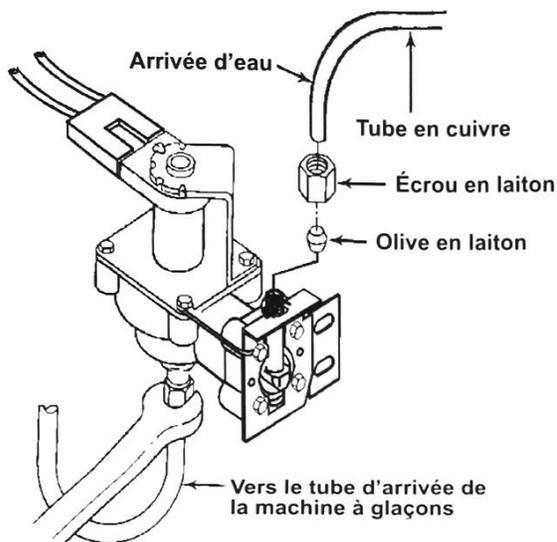

Figure 9
20. Visser l'écrou à compression en plastique sur les filets de la valve. (**Ne pas serrer exagérément!**) Voir la Figure 9.
21. Pour rebrancher la conduite d'eau, il faudra utiliser un des anciens écrous et une des anciennes olives en laiton. Déposer le bouchon en plastique de la valve pour brancher la conduite d'eau. (**Ne pas serrer exagérément!**) Voir la Figure 9.